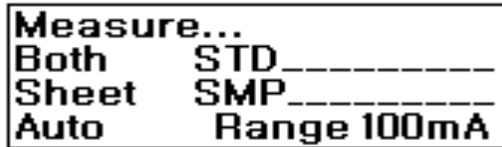
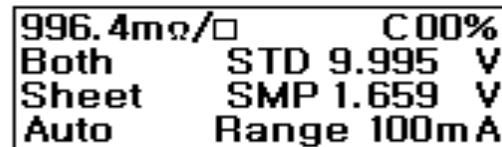

Fig. 4
Fig. 5
- * 측정하고자 하는 Wafer 를 stage 의 중앙에 위치시키고, Vacuum 을 사용한다면 Vacuum key 를 눌러서 Wafer를 stage에 고정시킨다. Measure Key를 눌러서 측정을 하면 Probe 가 Wafer 와 접촉을 하게 되고, LCD 창에는 Fig. 4 와 같은 메시지를 보여준다. 측정이 끝나게 되면 LCD 화면에 Fig. 5와 같이 측정결과를 보여준다.